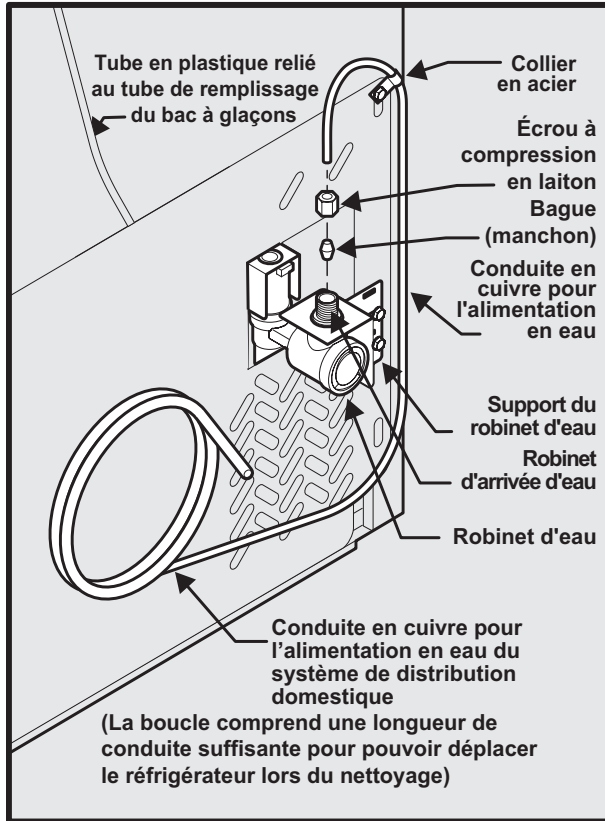
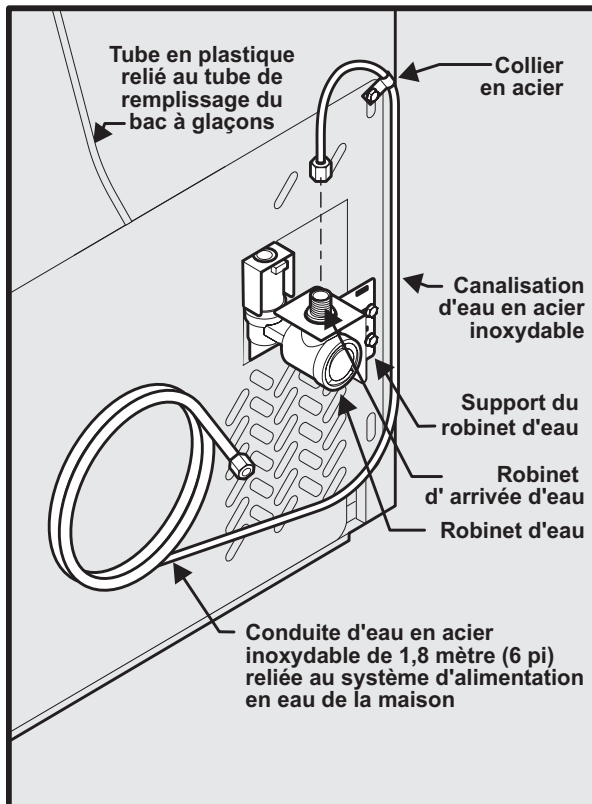

Figure 1
Figure 2
4. **Si vous utilisez des tubes en cuivre** - Glissez l'écrou à compression en cuivre, puis la bague d'extrémité (manchon) sur la conduite d'alimentation en eau. Poussez la conduite d'alimentation en eau dans l'entrée du robinet de prise d'eau aussi loin que possible (6,4 mm/¼ po). Glissez la bague d'extrémité (manchon) dans l'entrée du robinet et serrez l'écrou de compression à la main sur le robinet. Serrez d'un autre demi-tour à l'aide d'une clé; NE PAS serrer trop fort. Voir Figure 1. **Si vous utilisez des tubes en acier inoxydable** - L'écrou et la bague d'extrémité sont déjà assemblés sur le tube. Glissez l'écrou de compression sur le robinet d'entrée et serrez l'écrou de compression à la main sur le robinet. Serrez d'un autre demi-tour à l'aide d'une clé; NE PAS serrer trop fort. Voir Figure 2.